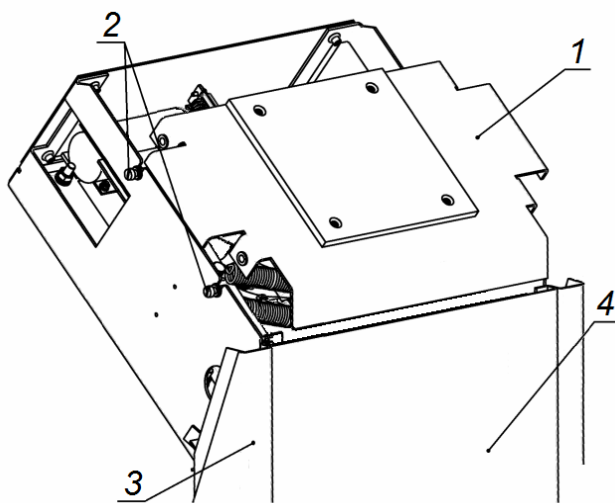

Рисунок 12. Стойка ЭП со снятой крышкой
4. Установите гильзы анкеров (15) в выполненные в полу отверстия так, чтобы они не выступали над поверхностью пола.
6. Снимите крышку ЭП (2). Порядок снятия крышки см. в разд. 6.
7. Снимите заднюю стенку ЭП (4, рис. 12). Для этого смещайте ее вверх вдоль стойки ЭП, до тех пор, пока она не выйдет из зацепления со стойкой. Задняя стенка снабжена двумя парами зацепов, расположенными в ее верхней и нижней частях.